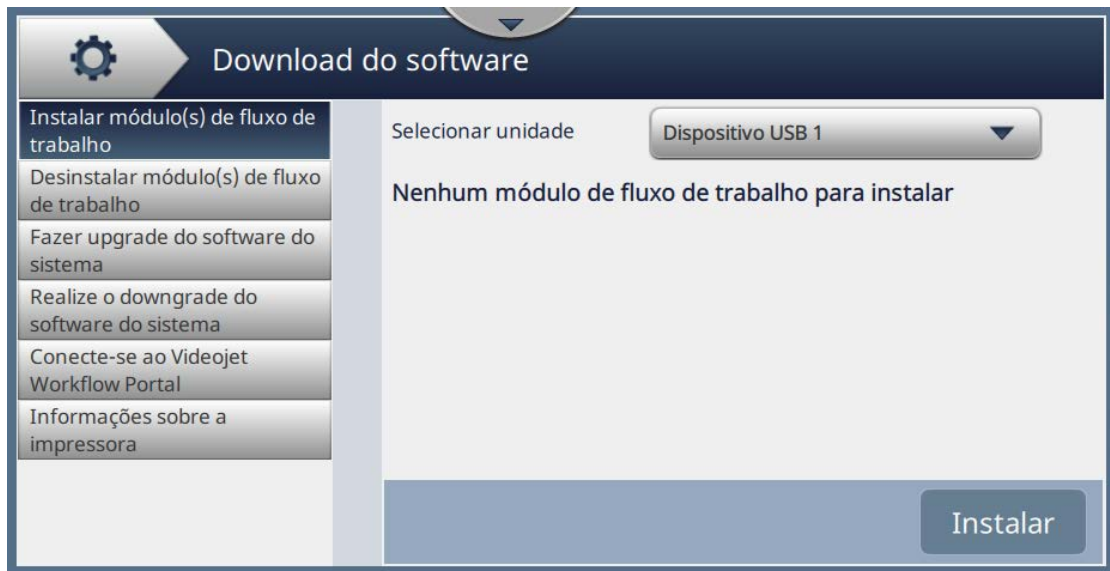

Figura 6-22: Tela de Download de software
1. Toque o botão  na tela Ferramentas. A tela Download do software é aberta, como mostra a Figura 6-22.